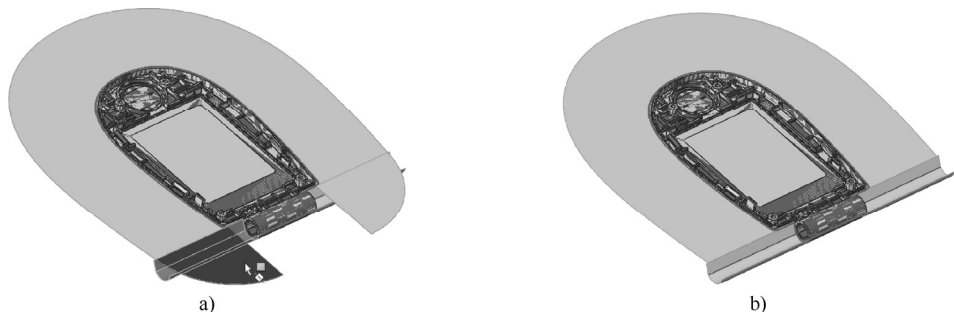

图 10-56 剪裁曲面操作
STEP 6 选择系统主菜单“插入”>“曲面”>“剪裁曲面”菜单命令，使用“标准”剪裁方式，对模型左右两侧的曲面分别执行剪裁操作，如图 10-56 所示。